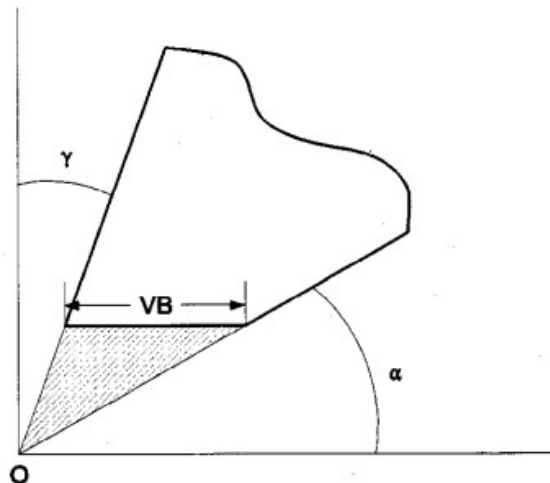

Figura 3: Desgaste en el flanco de la herramienta (VB)
En este artículo se muestra que el rango de variación de las señales de corriente es muy pequeño, lo que dificulta el seguimiento de pequeños cambios. La tendencia general de las señales de corriente es difícil de predecir ya que muestra una ligera elevación entre las distintas mediciones. Esta situación conduce a disminuir la fiabilidad (37%) de las mediciones de corriente en la evaluación del desgaste en el flanco de la herramienta (VB). En la Figura 3 se muestra esta zona de desgaste.